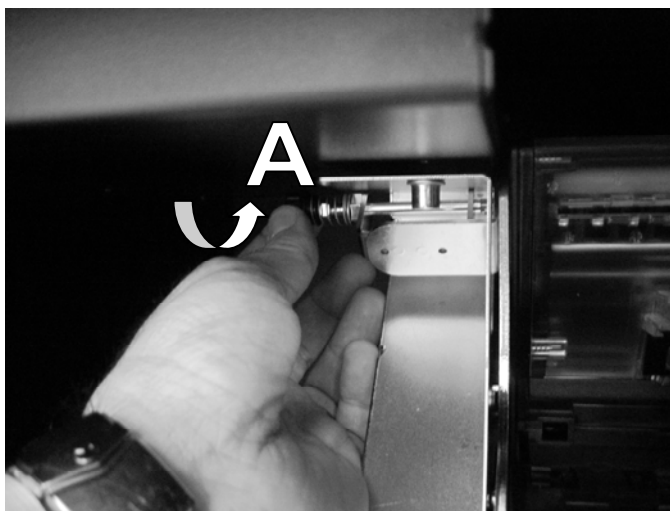

Fig. 12
- Al termine di queste operazioni di controllo, riposizionate il cashbox e la testa di lettura nelle loro sedi e richiudere il diverter (banknote path) premendo e girando in senso antiorario la manopola A (fig.12).